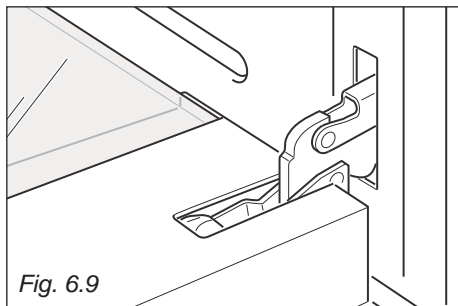

Fig. 6.9
- Aprire completamente la porta del forno (fig. 6.9).